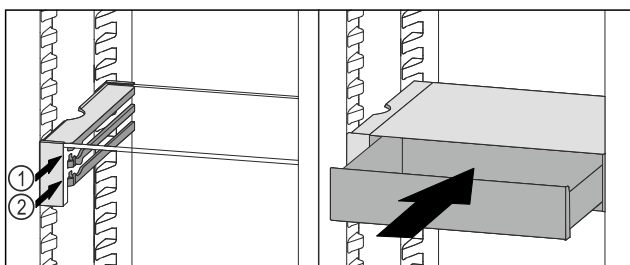

Fig. 108
- ▶ Sæt VarioSafe-skuffen ind bag stoppene på den ønskede ribbe Fig. 108 (1) eller Fig. 108 (2).